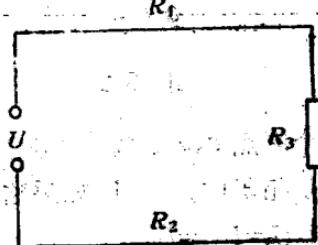

图 8-24
(例3) 如图8-24所示, 把一电阻为24欧姆的电炉, 用两根各为0.5欧姆的导线接到220伏特的电源上。求: (1) 整个电路的总电阻是多少? (2) 通过电炉的电流是多少? (3) 电炉电阻丝两端的电压是多少?